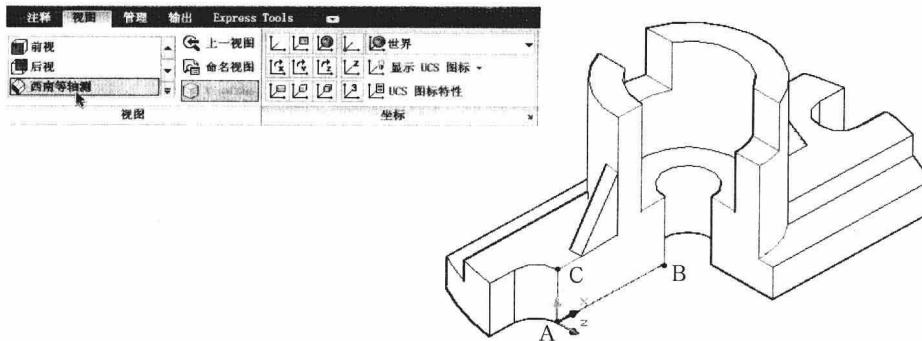

图 11-2-21
(1) 单击“视图”选项卡，在“选项板”面板中单击“图层特性”按钮 \square ，打开“图层特性管理器”选项板，双击“填充图案”图层，将其设置为当前层。关闭“图层特性管理器”选项板。
(2) 单击“视图”选项卡，在“视图”面板中，选择“西南等轴测”，在“坐标”面板中，单击“三点”按钮 \square ，依次捕捉并单击A、B、C三点，使用这三个点定义新的用户坐标系，如图11-2-21所示。这样就可以在新的用户坐标系XY平面上填充图案了。